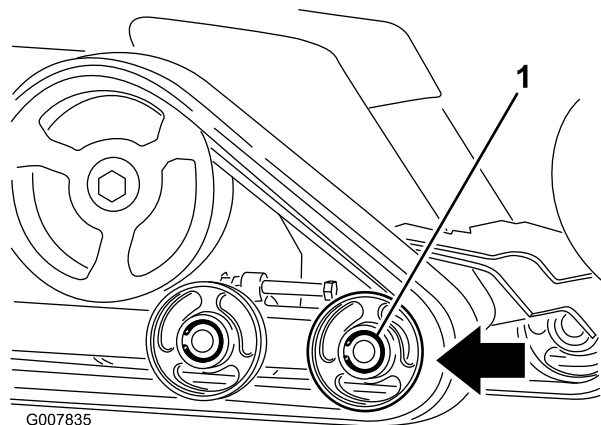

Рисунок 57
6. Отожмите передний опорный каток назад до упора (Рисунок 57).
8. Когда гусеница будет снята с опорного катка, уберите ее в сторону от машины (Рисунок 57).
9. Начиная с ведущего колеса, проложите вокруг него новую гусеницу, убедившись, что выступы на гусенице входят в зазоры между проставками на колесе (Рисунок 57).
10. Протолкните гусеницу под задний и средний опорные катки и между ними (Рисунок 57).